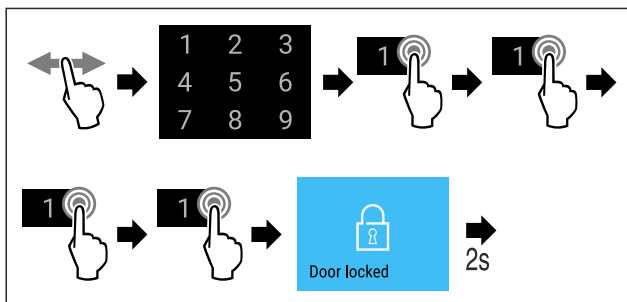

Fig. 74 Locking door using door code 1 1 1 1.
► Complete steps (see Fig. 74).